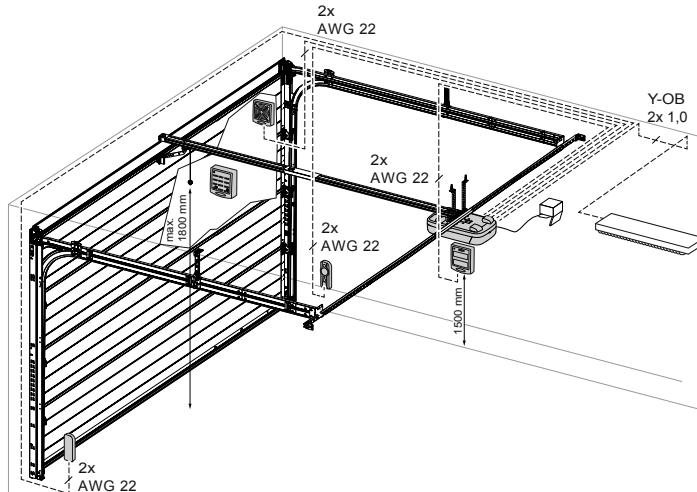

Fig. 3: Exempelinstalltion tillbehör
Montera mittupphängningen (13) på löpskenan (bild 3).